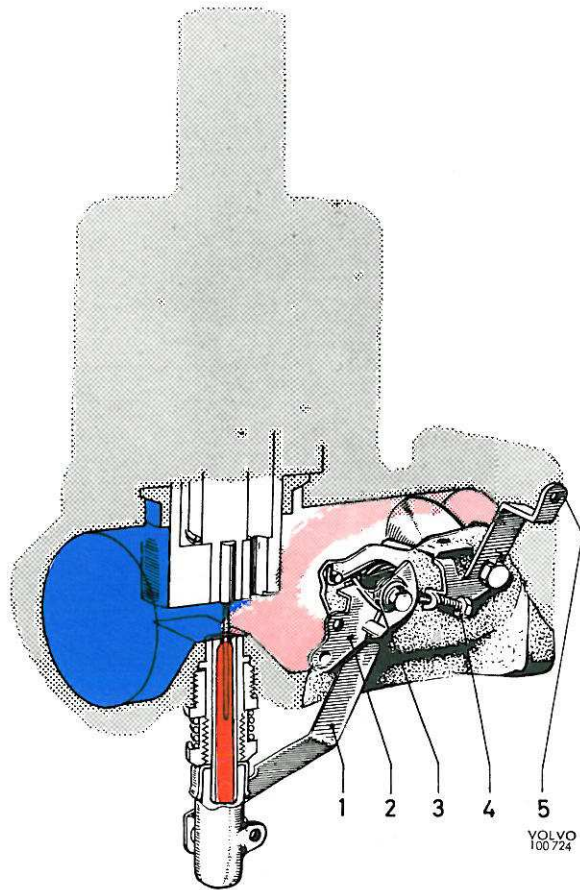

Fig. 15. Carburateur, ralenti accéléré.
Lorsqu'on retire la commande sur le tableau de bord, l'extrémité extérieure du levier (3) est poussée en bas et agit sur le gicleur qui se déplace dans le même sens. En outre, la came sur le levier (2, fig. 15) agit sur la vis de ralenti accéléré et ouvre un peu le papillon d'accélérateur.
Lorsqu'on retire la commande de starter sur le tableau de bord, on agit également sur les papillons d'accélérateur. La came, qui constitue l'une des extrémités du levier (2, fig. 15), s'appuie sur la vis de ralenti accéléré (4), ce qui fait ouvrir les papillons d'accélérateur.